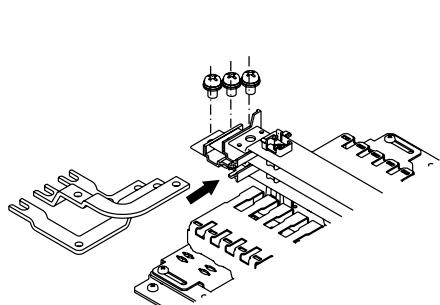

図1
- ①納入仕様書記載の寸法に従って穴加工を行い、ブレーカ取付台を付属の座付丸タッピンねじで固定してください。
- ②基本ユニットと主幹リードバーを付属の基本ユニット連結用ねじ(3点セムスねじ)にて固定してください。(図1)